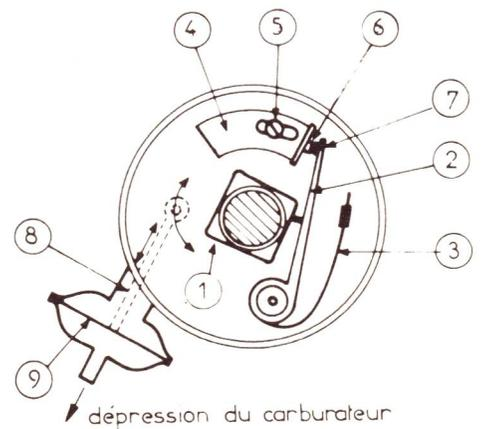
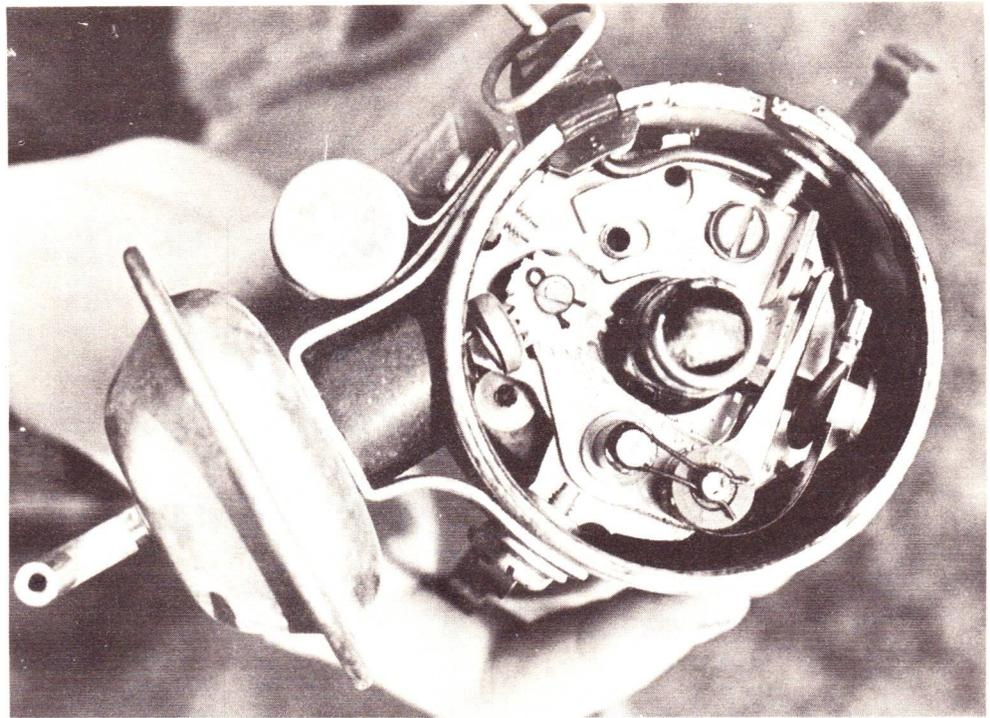

Figure 9
Figure 10
La figure 9 montre le schéma de principe du rupteur. Le modèle choisi correspond à un moteur à 4 cylindres. Une came de fibre à quatre bossages (1) est solidaire d'un axe entraîné par le moteur, par l'intermédiaire d'engrenages. Cette came, à chaque quart de tour, appuie sur le bras mobile du rupteur (2), qui est rappelé par une languette de ressort (3). L'autre partie du rupteur (4) est fixe,
La photographie de la figure 10 correspond au dessin de la figure 9. On y reconnaît le rupteur, sa came de commande, la commande d'avance à dépression, et le condensateur (à l'extérieur du boîtier), branché entre les contacts du rupteur.